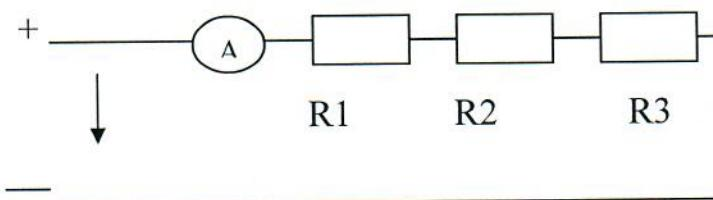
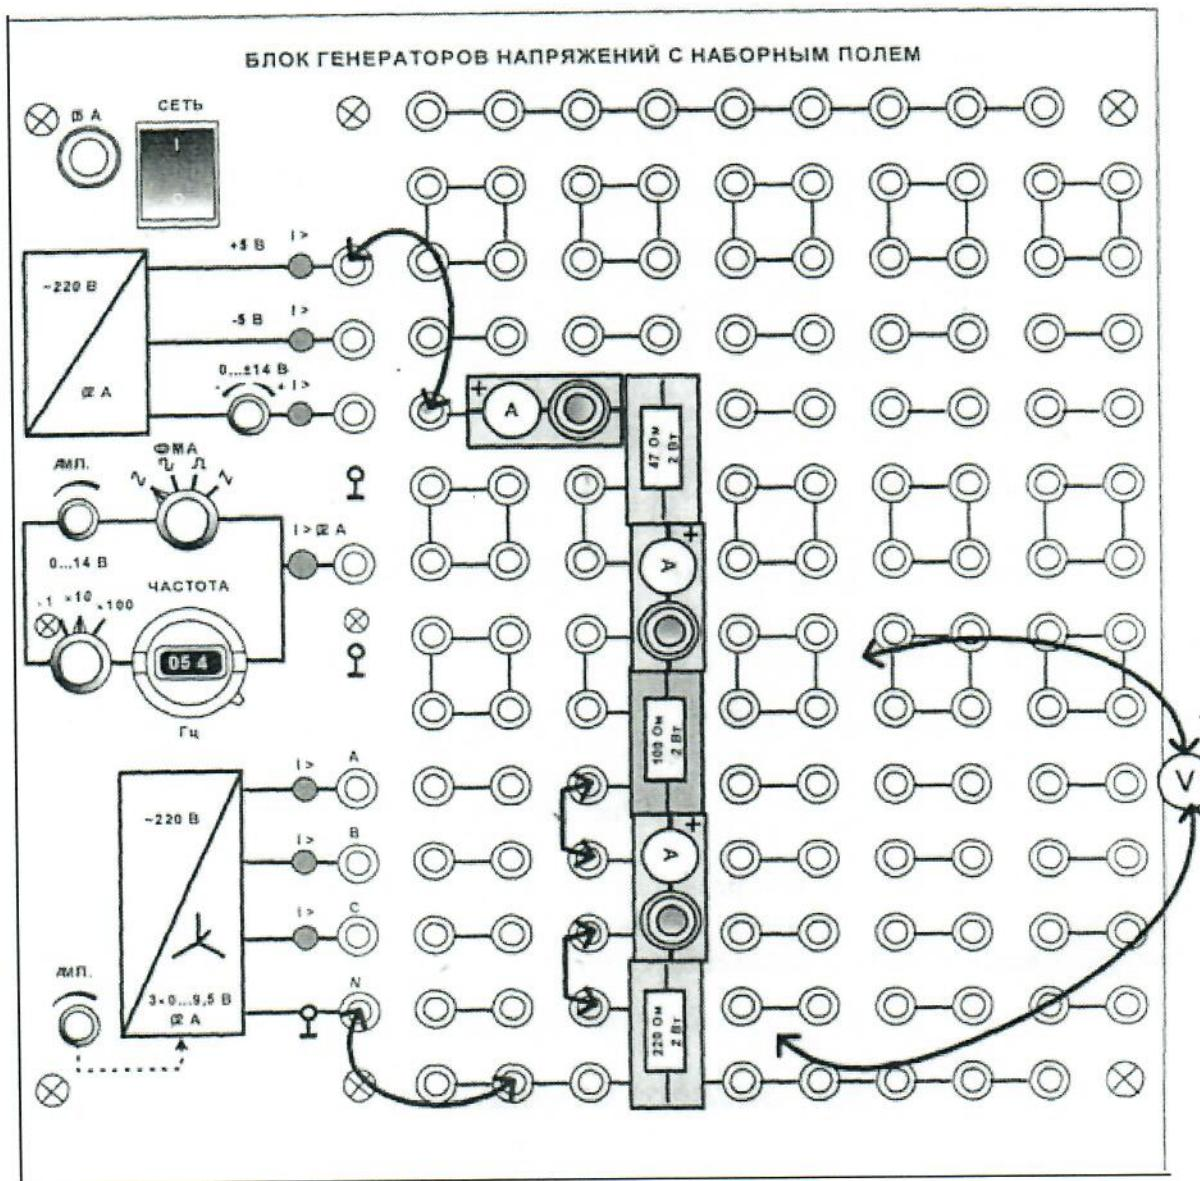

Рисунок 5.1 – Принципиальная схема
Рисунок 5.2 – Монтажная схема
Если резисторы или любые другие нагрузки соединены последовательно (рисунок 5.1), по ним проходит один и тот же ток. Величина тока определяется приложенным напряжением U и эквивалентным сопротивлением $R_{\text{ЭКВ}}$:
- Соберите цепь в соответствии с принципиальной схемой (рисунок 5.1) и монтажной схемой (рисунок 5.2). Последовательно с резисторами 47, 100 и 220 Ом включите специальные миниблоки для подключения амперметра.